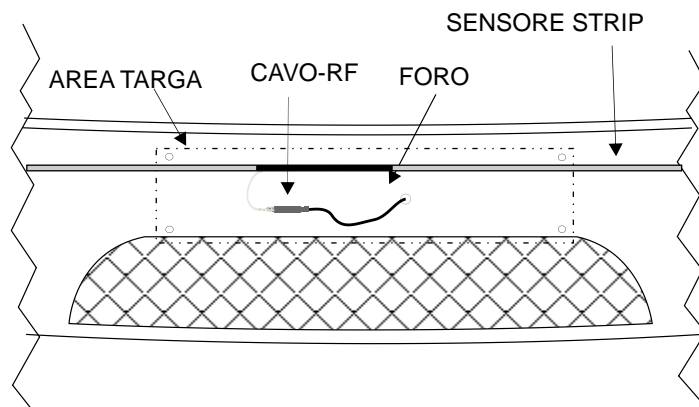
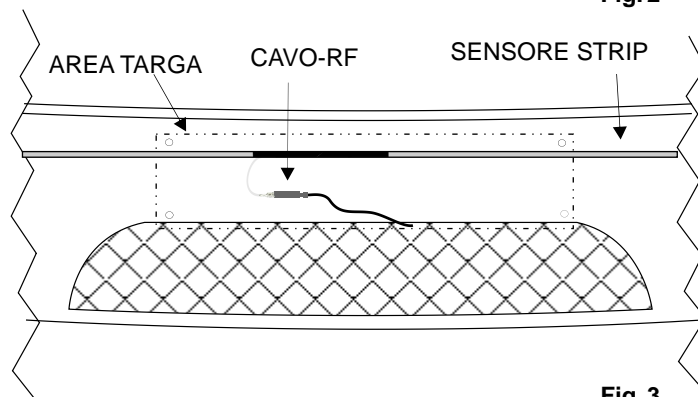

Fig. 2
Fig. 3
a) Una volta smontata la targa e porta targa (se presente) individuare un passaggio che porti all'interno del vano motore. Se assente fare un foro opportuno (fig 2.). In alternativa è possibile far passare il cavo RF nella parte bassa o alta in corrispondenza della griglia o feritoia di areazione (fig.3).